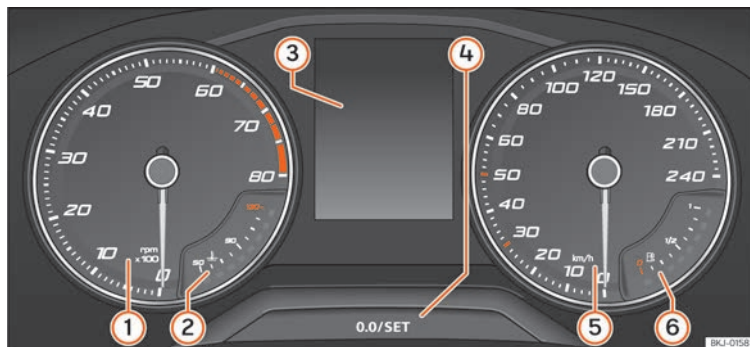

Fig. 69 Cuadro de instrumentos en el tablero de instrumentos.
»» fig. 69:
- Pulse brevemente el botón **0.0/SET** »» fig. 69 para restablecer el cuentakilómetros parcial a 0.